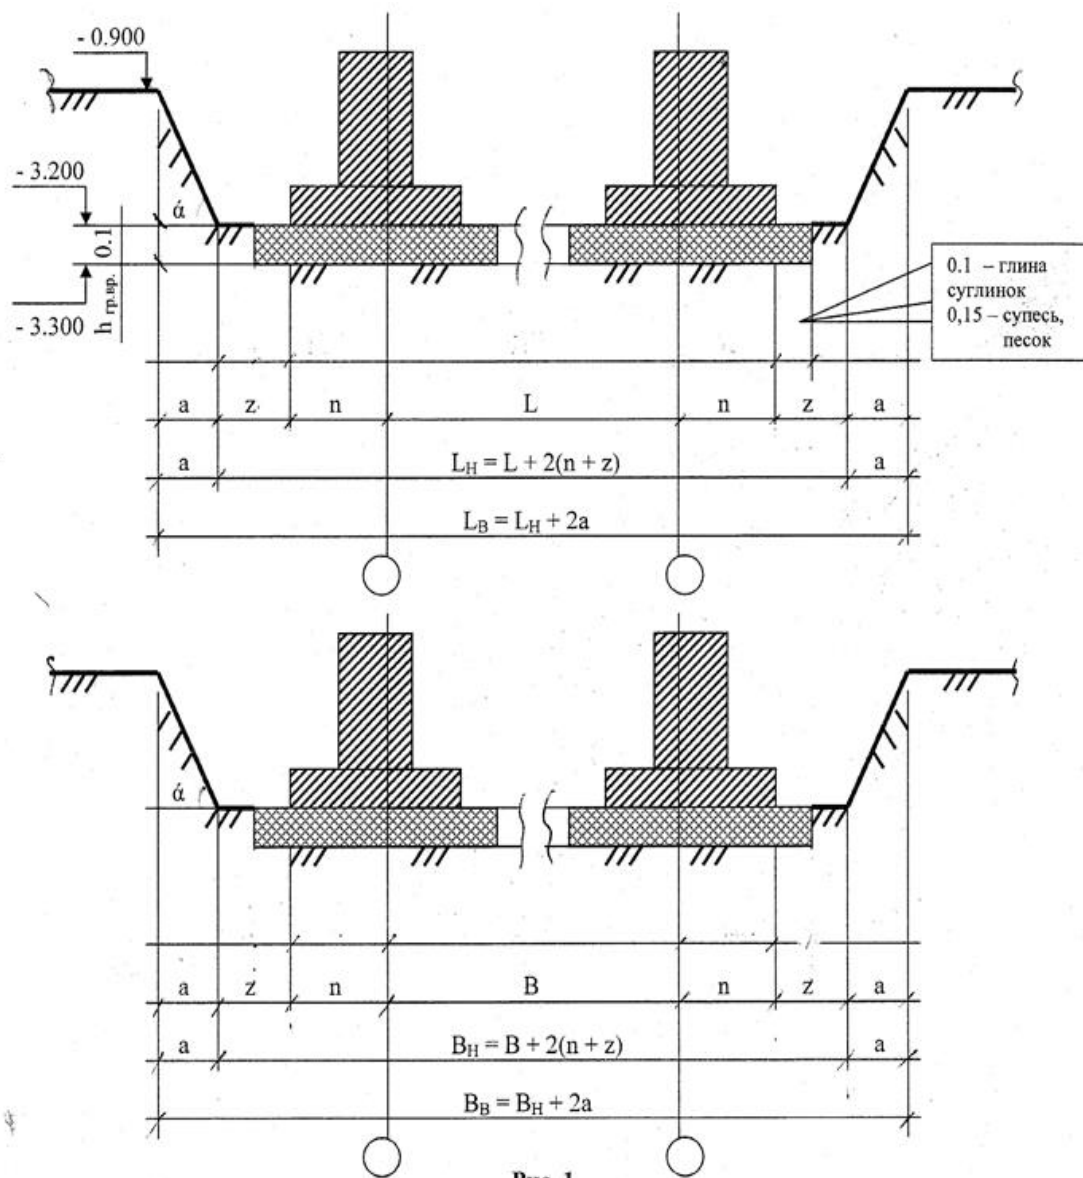

Рис. 1
1.1 Определяем нижние размеры котлована (смотри рис.1):